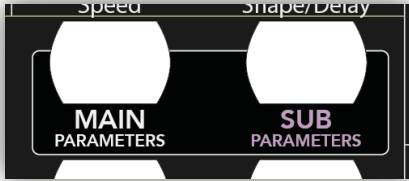
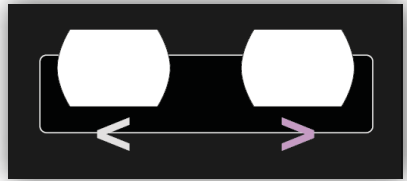

Bild 1 (Navigationsübersicht)
Bild 2 (< > Pfeiltasten)
Für den schnellen Einstieg ist es empfehlenswert, nach der Installation zuallererst die < > Pfeiltasten (unterer Bereich, rechts - Bild 2) zu drücken und dann die obere schwarze Navigations-Anzeige (Bild 1) zu beobachten. So wird schnell klar wie sich alle Parameter intuitiv und übersichtlich steuern lassen, auch ohne dieser Anleitung.
Die Regler/Buttons besitzen einen „MAIN PARAMETER“ (weiß, unterhalb des Reglers/Buttons) und meist einen „SUB PARAMETER“ (lila, oberhalb des Reglers/Buttons). Mit den < > Pfeil-Tasten (Bild 2) schaltet man zwischen MAIN und SUB um.
Um stets die Übersicht zu haben, welche Ebene man nun editiert (MAIN oder SUB), gibt es im oberen Bereich eine Navigations-Anzeige, welche schwarz hinterlegt ist (Bild 1).
**ACHTUNG:** Die Navigation geschieht **immer** mit den weiß/lila < > Pfeiltasten (Bild 2). Die Buttons der oben abgebildeten Navigations-Anzeige (Bild 1) dienen **nur zur Übersicht**, diese Tasten sind nicht zu drücken.